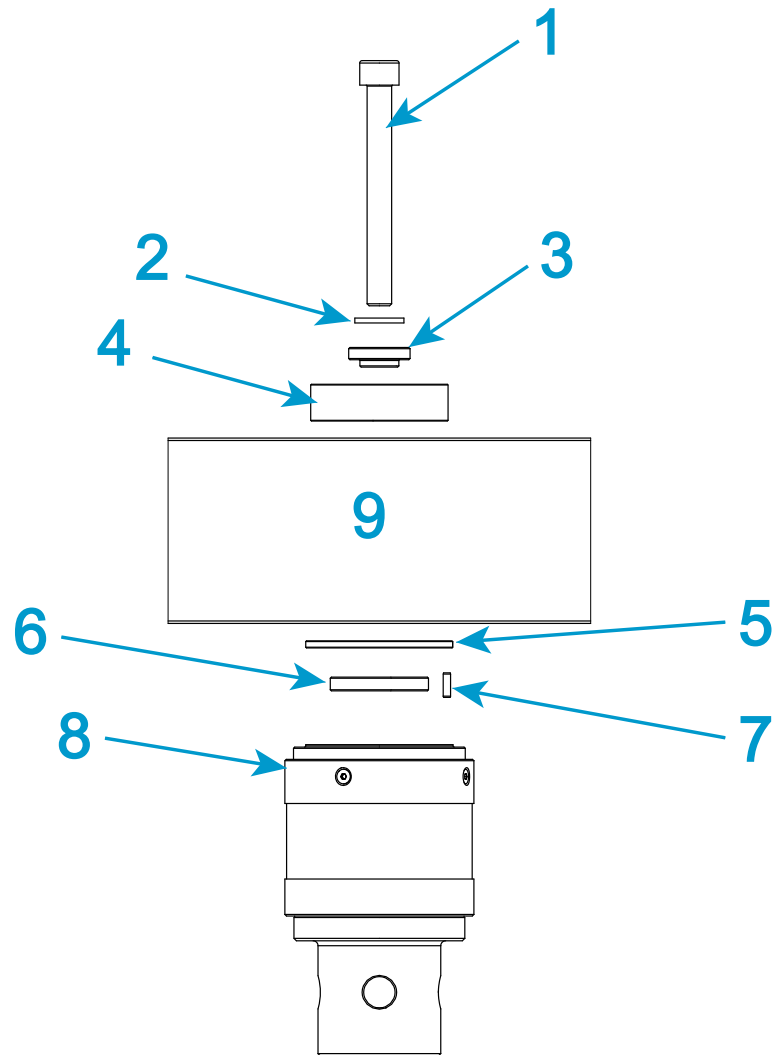

Figura 22. Instalación de una célula de carga 2530 (capacidades de 500 N a 5 kN)
Leyenda de la Figura 22
1. Consulte la Figura 22 y la tabla asociada, y prepare el hardware de montaje adecuado.
2. Monte el hardware que se muestra encima de la cruceta en la Figura 22 y colóquelo en la parte superior del orificio central de la cruceta.